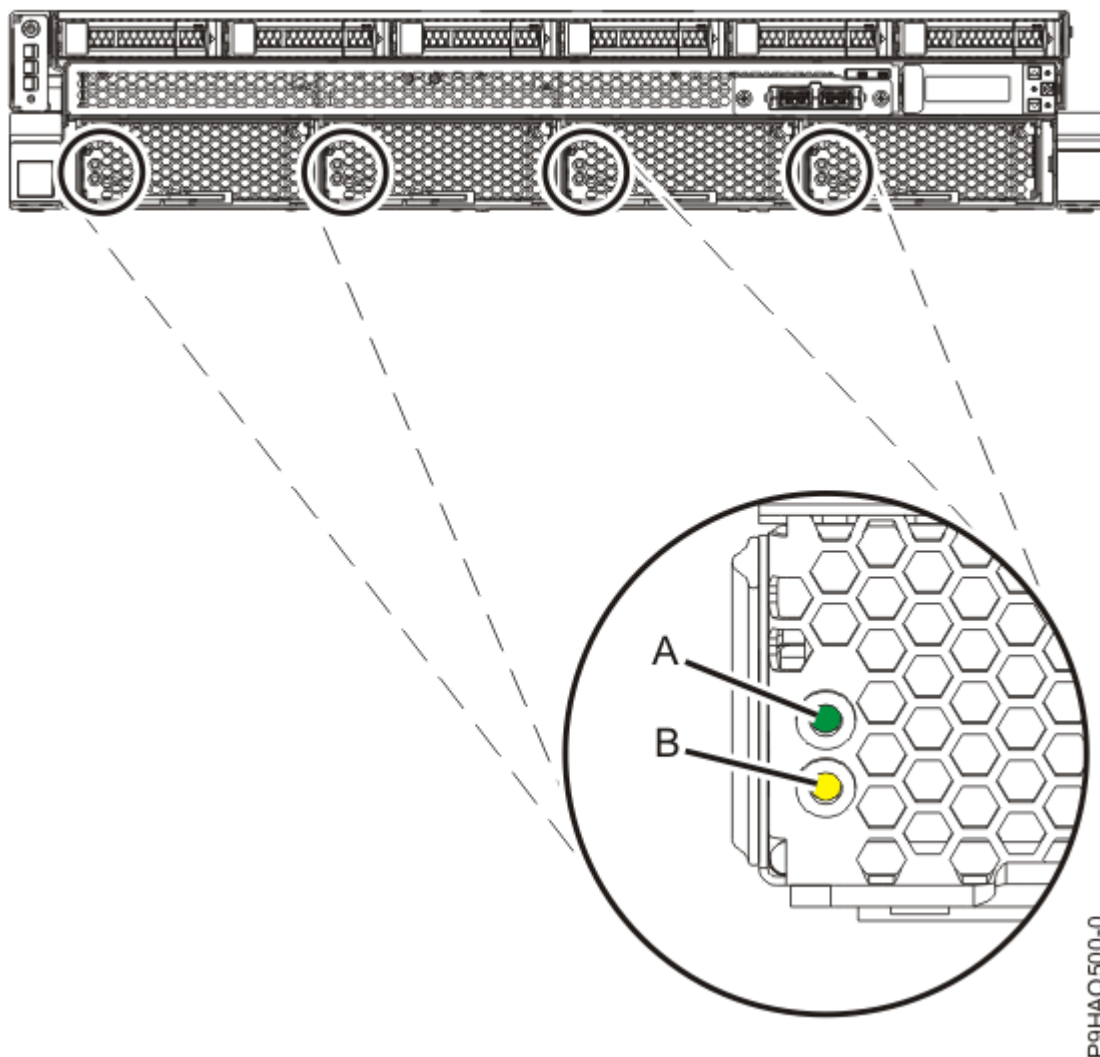

Figura 2: LEDs do Ventilador
- Cada ventilador possui um LED verde **(A)** e um LED âmbar **(B)**, conforme mostrado na Figura 2 na página 3. O LED verde fica aceso e sólido para todos os ventiladores, mas o ventilador com a falha possui o LED âmbar de falha aceso.